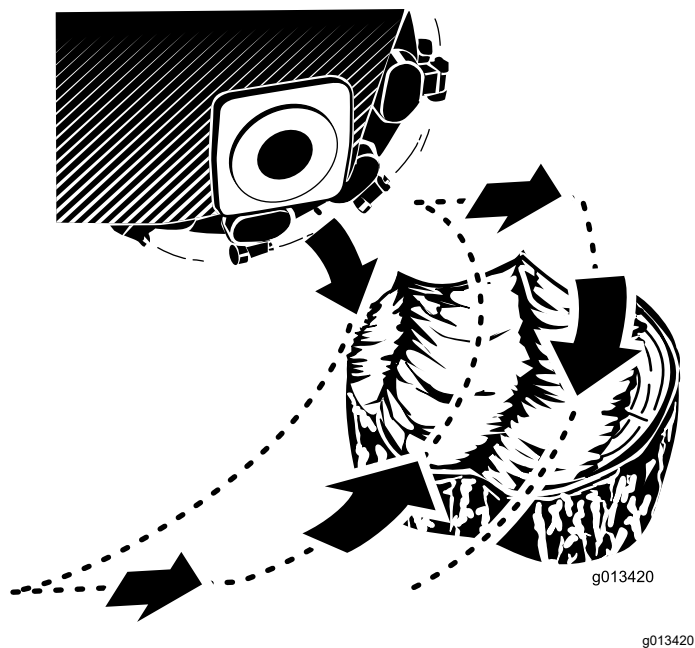

Figure 18
2. Utilisez le levier de commande et la commande de déplacement pour positionner la rogneuse d'un côté à l'avant de la souche, à peu près à 2,5 cm sous de la surface (Figure 18).
4. Utilisez le levier de commande pour passer la rogneuse lentement sur la souche, et enlever une largeur de copeaux (Figure 18).
5. Avancez la machine de quelques centimètres et répétez l'opération 4 (Figure 18).
6. Répétez les opérations 4 à 5 jusqu'à ce que la face entière de la souche soit rognée (Figure 18).